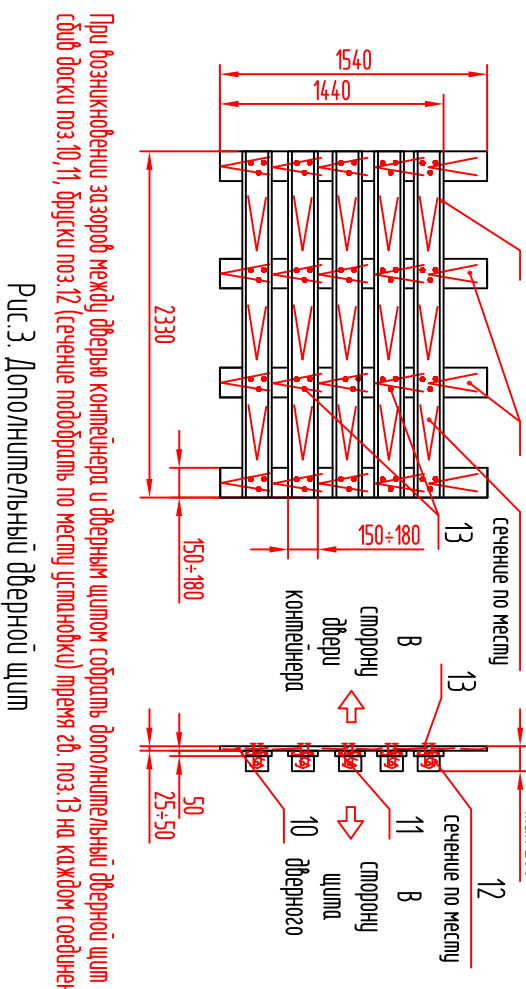

Рис.3. Дополнительный дверной штампы
- Длина груза допускается от 5500 мм до 5800 мм, возможные технологические зазоры между грузом, стенкой и дверью контейнера выдирать полиэфировой ленту по месту, обеспечив полное прилегание (см. схему вид сверху, Б), полиэфировой ленту использовать не ниже 2 сорта хлопчатых пород, ГОСТ 8486-86. При возникновении зазоров между дверью контейнера и дверным штампом (рис.3) и установить его между дверью контейнера и дверным штампом (рис.2).